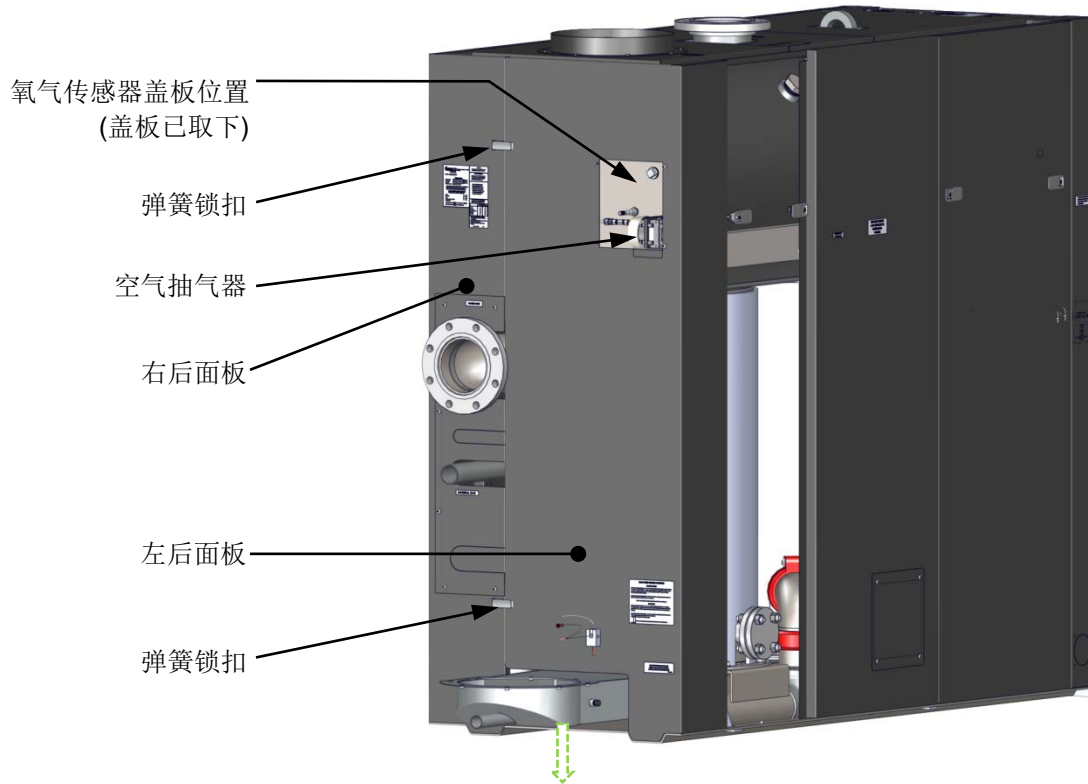

图 4-7: 显示后面板螺母和锁扣位置的后视图
在设备顶部，左右后面板通过螺母连接到左右顶部导轨上。在设备底部，每个后面板都用一个螺母连接到底座上。如图 4-7 所示，通过侧面板取下螺母。
4. 取下由 2 个弹簧锁扣和 7/16" 螺栓固定的左后面板，螺栓位于顶部导轨和底部边缘的面板内。见下图 4-7。